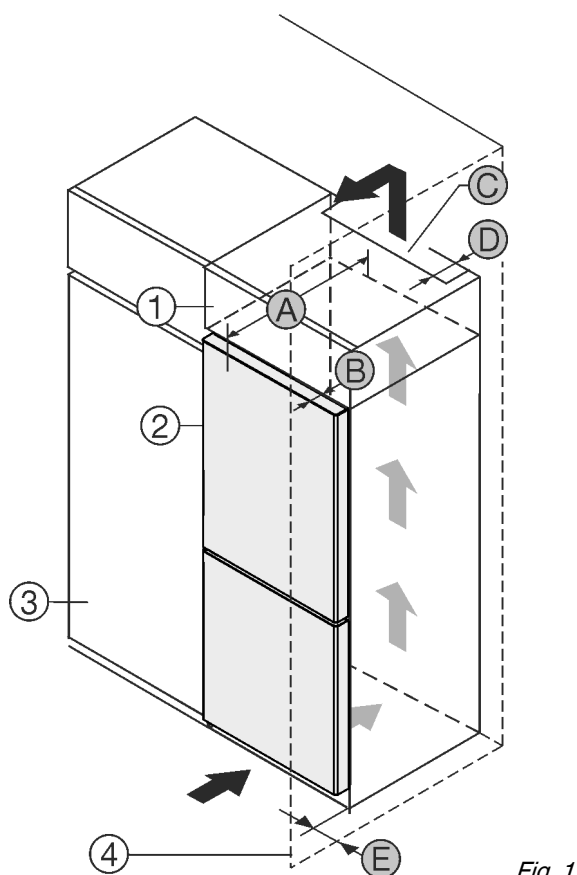

Fig. 1
Non collocare l'apparecchiatura accanto al mobile da cucina Fig. 1 (3).*
Sul lato posteriore dell'armadietto sovrapponibile deve essere presente un vano di scarico dell'aria con la profondità Fig. 1 (D) che attraversa l'intera larghezza dell'armadietto sovrapponibile.
Sotto al soffitto deve essere presente la sezione di ventilazione Fig. 1 (C).
Se l'apparecchiatura con cerniere viene installata accanto ad una parete Fig. 1 (4), la distanza minima fra l'apparecchiatura e la parete deve essere almeno di 40 mm, che corrisponde alla sporgenza della maniglia a porta aperta.
Per poter aprire completamente le porte, l'apparecchiatura deve sporgere almeno della profondità della porta Fig. 1 (B) rispetto al frontale del mobile da cucina. L'apparecchiatura può sporgere ulteriormente a seconda della profondità dei mobili da cucina Fig. 1 (3) e dell'utilizzo di distanziatori a parete.*
Per poter aprire completamente le porte, l'apparecchiatura deve sporgere almeno della profondità della porta (B) rispetto al frontale del mobile da cucina. L'apparecchiatura può sporgere ulteriormente a seconda della profondità dei mobili da cucina Fig. 1 (3) e dell'utilizzo di distanziatori a parete.*